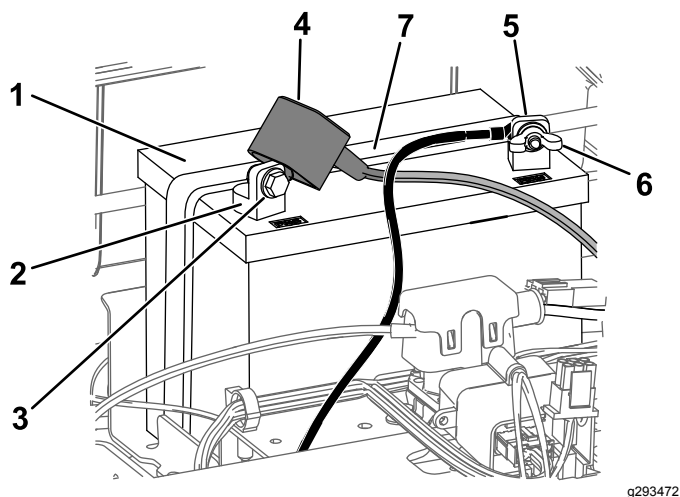

図 47
- バッテリー端子からマイナスケーブル黒を外す 図 47。
6. バッテリー端子からプラスケーブル赤を外す 図 47。
7. バッテリー押さえ 図 47を外して、バッテリートレイからバッテリーを取り出す。
1. バッテリーをトレイに載せる 図 47。
5. バッテリー押さえを使ってバッテリーを固定する 図 47。